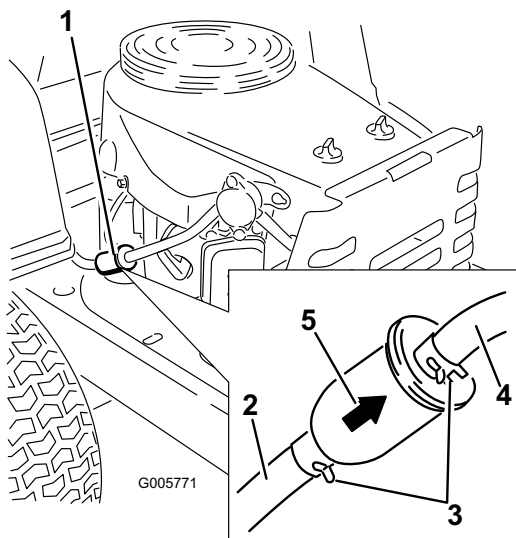

Figure 30
4. Pincez les extrémités des colliers et faites glisser ceux-ci pour les éloigner du filtre (Figure 30).
6. Montez un nouveau filtre en veillant à pointer la flèche indiquant le sens d'écoulement vers le moteur. Rapprochez les colliers de flexibles du filtre (Figure 30) pour le fixer en place.